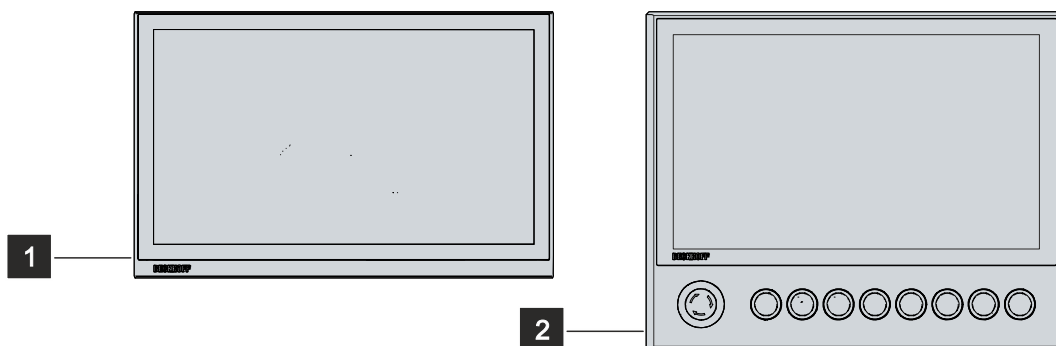

Abb. 1: Ohne und mit Tastererweiterung
Erläuterungen zur Tastererweiterung und den Funktionen erhalten Sie im Handbuch zur C9900-G00x-G02x. Abbildung 1 stellt beispielhaft einen Panel-PC ohne (1) und mit (2) Tastererweiterung gegenüber.